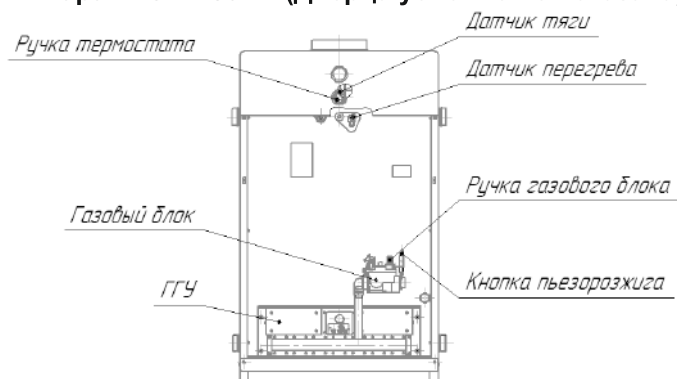
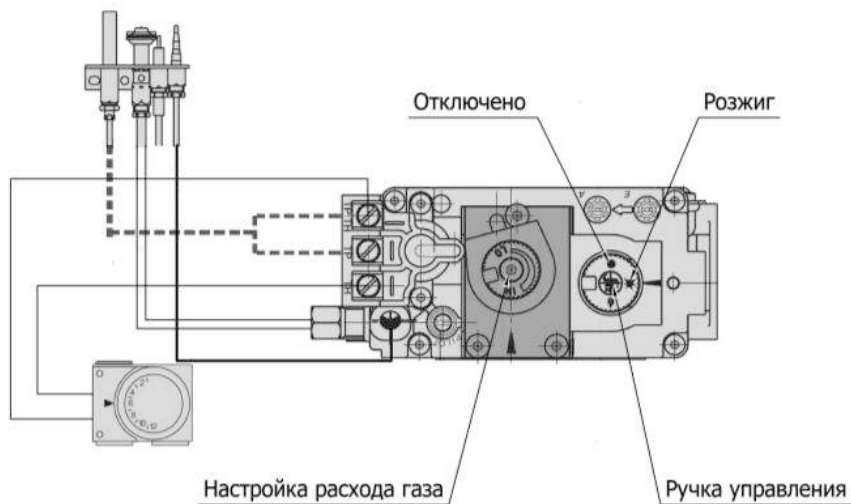
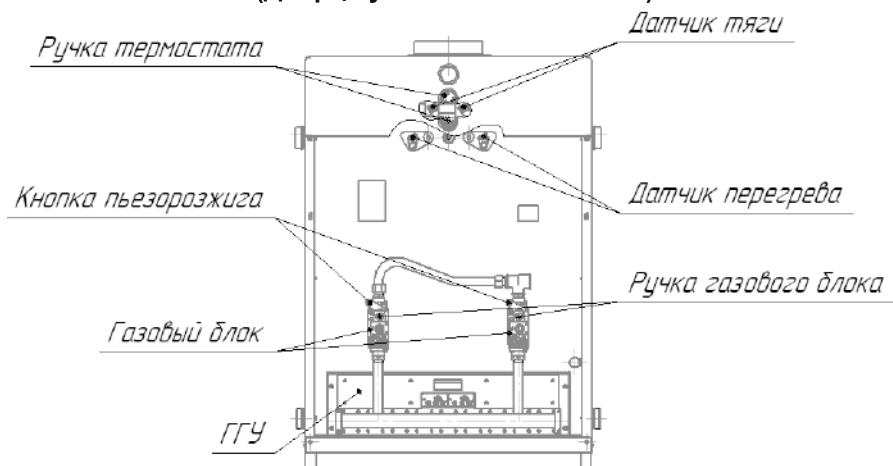

Рисунок 2 - Особенности аппарата с газовым блоком 820 NOVA mV.
Рисунок 3 - Элементы управления на газовом блоке 820 NOVA mV.
Рисунок 4 - Особенности аппарата с двумя газовыми блоками 820 NOVA mV.1
- АОГВ-80ЕН (рис.2) - с газовым блоком 820 NOVA mV (рис.3).
- АОГВ-100ЕН (рис.4) - с двумя газовыми блоками 820 NOVA mV (рис.3).
- дымосборник с датчиком тяги (1);
- газогорелочное устройство с газовым блоком (ГГУ) (3).
6.7. Порядок включения аппарата с газовым блоком 820 NOVA mV (рис. 2, рис. 3)
6.8. Особенности работы аппарата АОГВ-100 с двумя газовыми блоками 820 NOVA mV (рис.3, рис. 4)